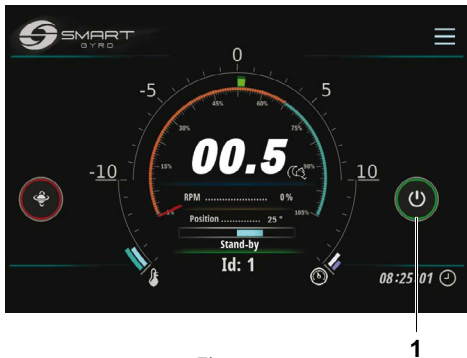

Figura 4
3. Presione el icono de encendido (ENCENDIDO/APAGADO) (Figura 4, (1)) para encender la unidad giroscópica.